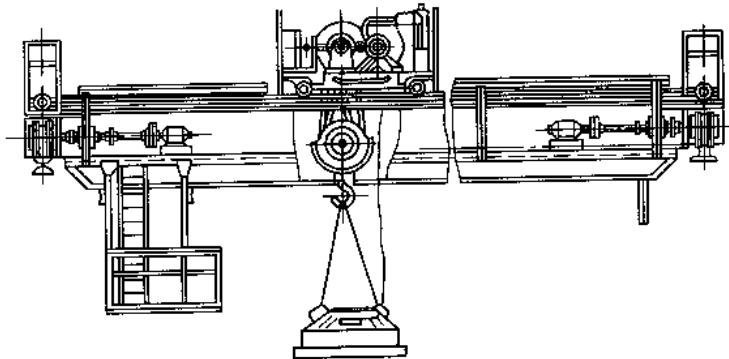

图 1-3 电磁桥式起重机
(3) 电磁桥式起重机 电磁桥式起重机是用电磁盘（又称起重电磁铁）作为取物装置的桥式起重机，吊运有导磁性的金属材料，如型钢、钢板和废钢铁等。这种桥式起重机如图 1-3 所示。